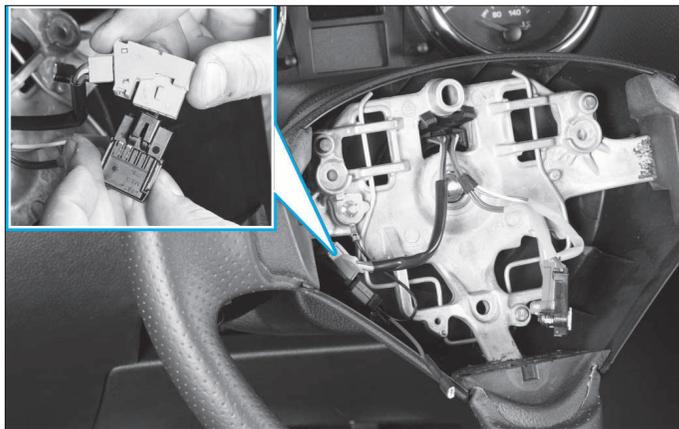

FIG. 16
- Dégrafer les connecteurs du volant et les débrancher (Fig.16).